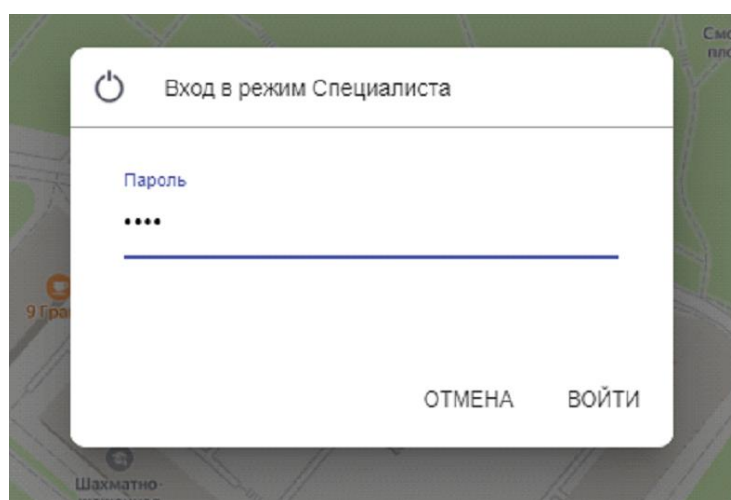

Рисунок 7. Окно ввода пароля специалиста
Для включения режима специалиста оператор нажимает кнопку (5) и вводит пароль (по умолчанию «1234») в окне ввода (рисунок 7)